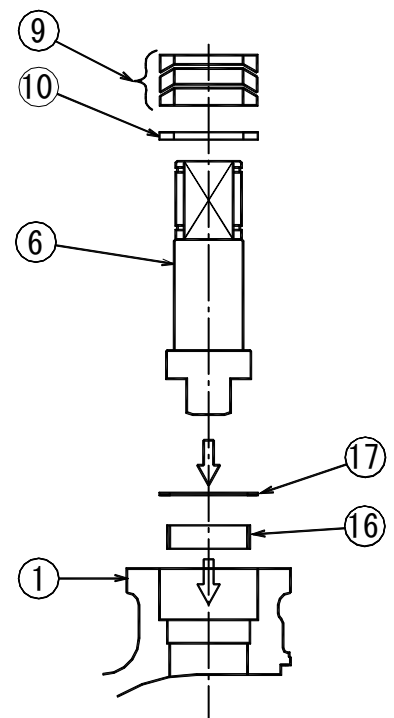

図 2
- 8) 図 2 を参照して，ステムベアリング⑯，スラストベアリング⑰ を装着する。
- 9) 図 2 を参照して，ステム⑥ を挿入する。この時，ボール⑤ のポート (流路) とステム⑥ の流れ方向指示溝が同じ方向になると共に，ステム⑥ 先端丸い部分および二面幅部分が，ボール⑤ のステム⑥ 先端挿入穴部および二面幅部に入るように挿入する。
- 10) 図 2 および断面図を参照して，グランドリング⑩，グランドパッキン⑨ の順に装着する。
- 11) 125A・150A の場合，グランドキャップ④ にベアリング⑭ を入れ，断面図を参照し，向きに注意してグランドに装着する。200A，250A の場合は，カラー (25) にベアリング⑭ を入れ，断面図を参照し，向きに注意して，カラー (25)，グランドキャップ④ の順に装着する。
- 12) 125A・150A のみ 7 頁の流れ方向 TYPE 図を参照して，左回り・右回り位置で所定の TYPE の流れ方向位置となるようにステム⑥ 頂部の流れ方向指示溝を確認し，ステム⑥ にストッパー (22) を装着する。